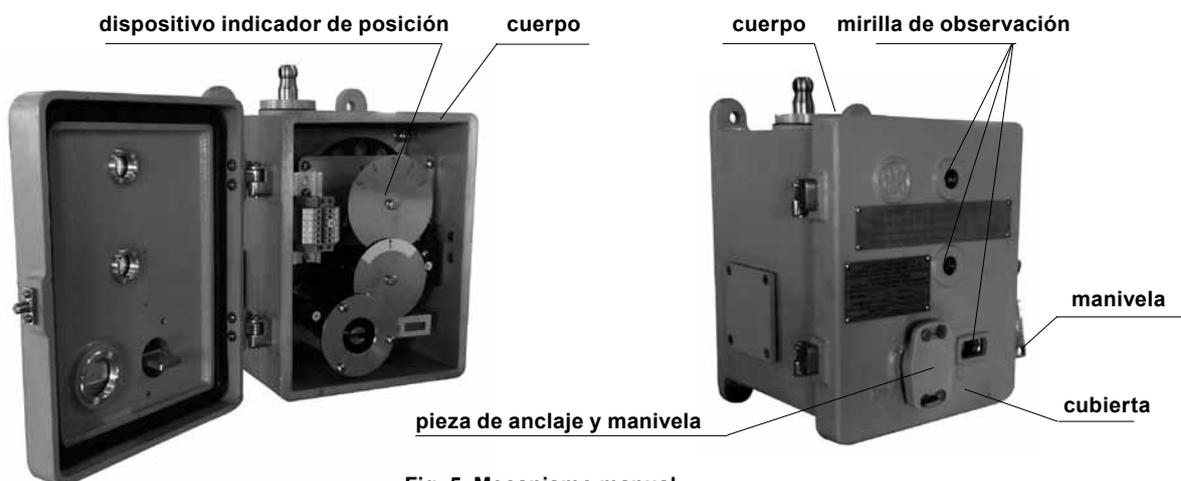

Fig .5 Mecanismo manual
2.2.3 Unidad de accionamiento manual (Fig. 5) La unidad de accionamiento manual se compone de un depósito, la cubierta del depósito, el mecanismo de engranaje interno y el indicador de posición. Un cambio de posición de toma se efectúa con 33 vueltas de accionamiento manual.
Abra la tapa de la manivela, extraiga el accesorio, introdúzcalo en la manivela y gire 33 ciclos. A través de la mirilla observe si la indicación de posición es correcta. Siga girando hasta que la flecha roja se alinee con la línea roja de la placa de indicación. Extraiga la manivela e introduzca el accesorio para completar un cambio de toma; el transformador puede reanudar su funcionamiento (véase la Fig. 5).